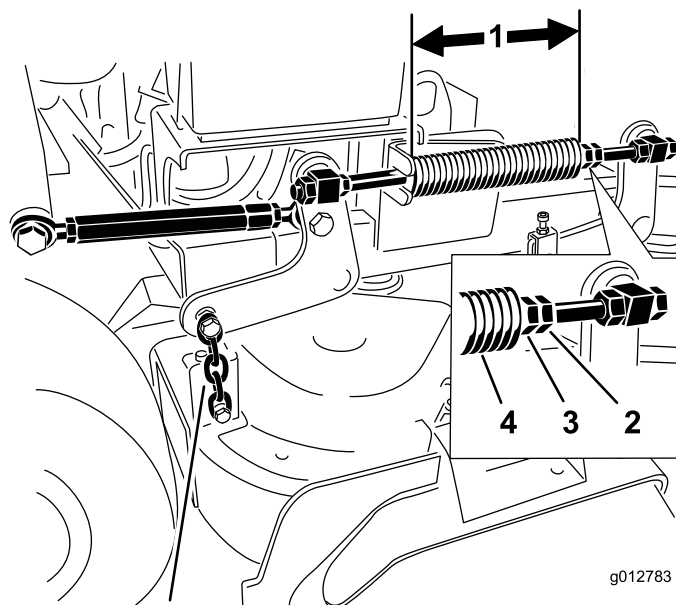

Figura 87
2. Compruebe la longitud del muelle de compresión. La longitud nominal es de 28,2 cm para carcasas de corte de 91 cm y 25,7 cm para carcasas de corte de 102 cm (Figura 87).
3. Ajuste esta distancia aflojando la contratuerca elástica y girando la tuerca que está delante de cada muelle (Figura 87).
4. Fije la tuerca en la posición deseada apretando la contratuerca elástica (Figura 87).